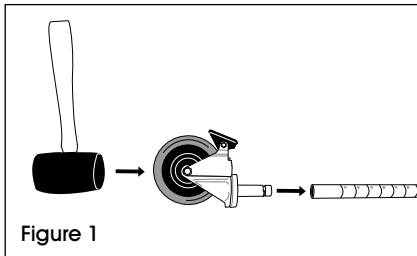

Figure 1
1. Aligned la tige de la roulette sur le montant. (Voir Figure 1)
2. Actionnez le frein des roues pour empêcher le mouvement de la roulette lors du montage. Utilisez un maillet en caoutchouc pour tapoter la tige de la roulette dans le montant. (Voir Figure 1)